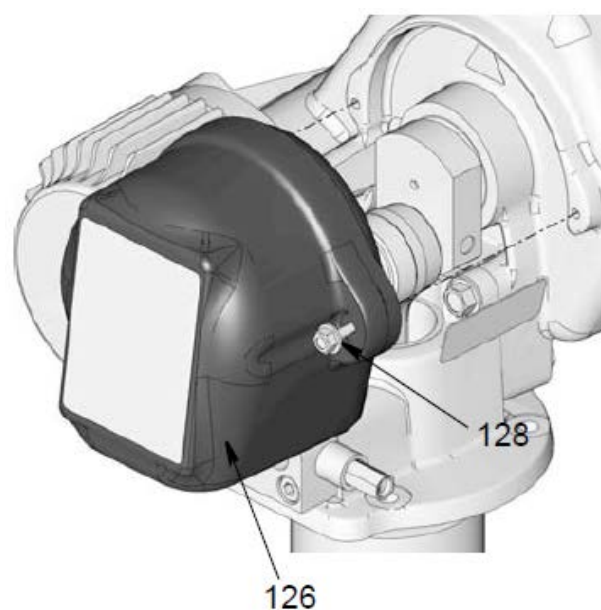

Рис. 11
5. Ослабьте болты (128), снимите крышку (126) с насоса Dyna-Star (рис. 11).